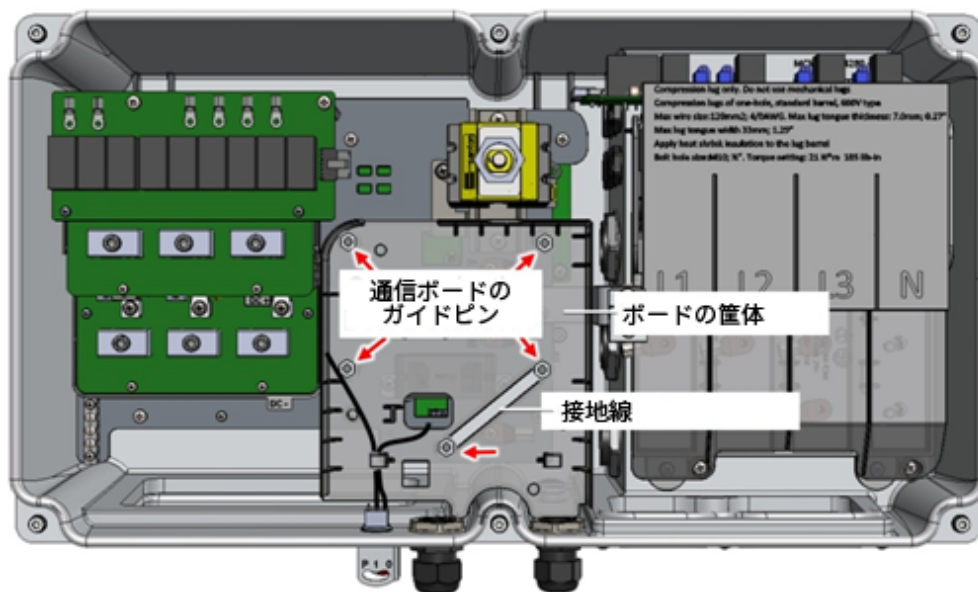

図3：通信ボードのガイドピン
2. スwitchのケーブルを通信ボードの筐体を通して配線し、再接続します (図3参照)。
- 通信ボードの筐体を所定の位置に配置して、5つのガイドピンを1.3 N\*mのトルクで締めます (図3参照)。
ガイドピンの下に接地線を配置してください (図3参照)。